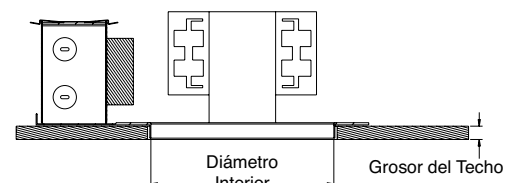
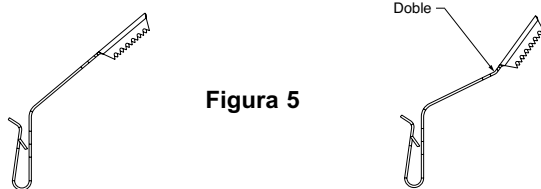

Figura 2
Figura 5
La compatibilidad de la sección de empalme empotrado se puede determinar midiendo la sección de empalme empotrado como se muestra en la Figura 2.
Paso 1. Determine cuál clip de fricción se debe utilizar. Se han proporcionado dos tipos de clips de montaje de fricción ("A" y "B", 3 de cada uno) para los diferentes rangos de apertura de retroadaptación. Esto es para asegurar la mejor retención del accesorio al instalar el ensamblaje del borde del reflector. Al usar los clips de montaje de fricción, por favor vea la Figura 5 para el rango del diámetro interior de la apertura del clip de fricción correcto. El diámetro interior de la apertura se puede determinar midiendo la sección del empalme empotrado como se muestra en la Figura 2 en la página anterior.